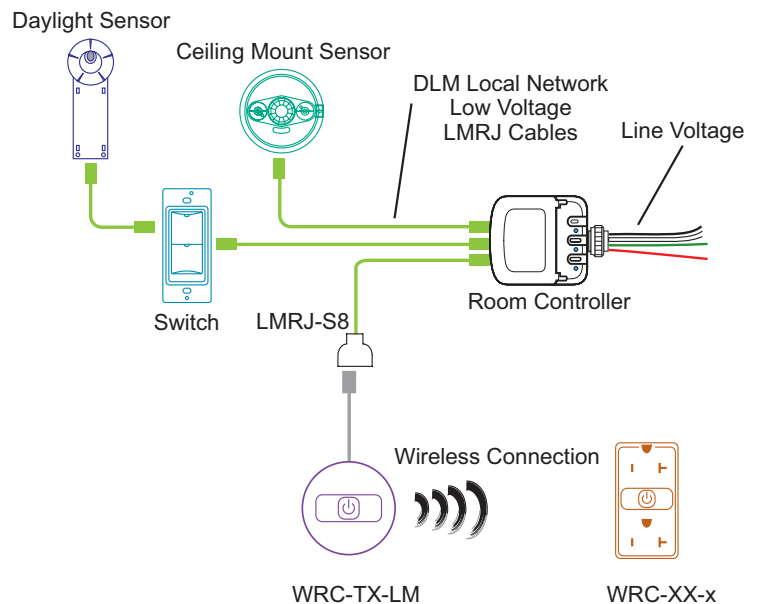

Figure 3: Connection Example
2. Branchez le LMRJ-S8 à un câble LMRJ et branchez le à n'importe quel composante du réseau DLM. Connectez-vous à une source d'alimentation de classe 2 seulement (voir figure 3).